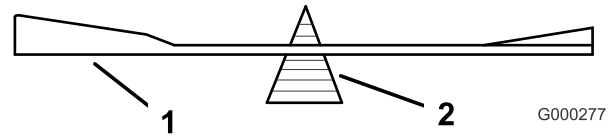

Figura 53
- Verifique el equilibrio de la cuchilla colocándola sobre un equilibrador de cuchillas (Figura 53).
**Nota:** Si la cuchilla se mantiene horizontal, está equilibrada y puede utilizarse. Si la cuchilla no está equilibrada, rebaje algo el metal en la parte de la vela solamente (Figura 53). Repita este procedimiento hasta que la cuchilla esté equilibrada.